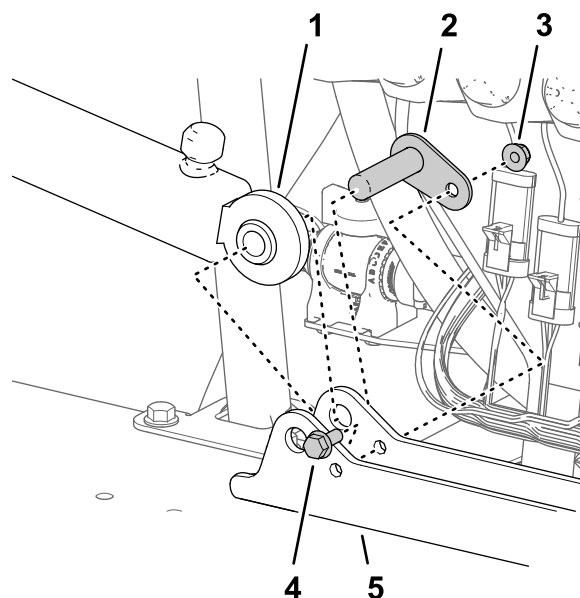

Рисунок 116
1. Совместите неподвижный конец подъемного цилиндра, снятого при выполнении пункта 3 раздела Демонтаж подъемных цилиндров \(страница 25\), с отверстием диаметром 16 мм (5/8 дюйма) в креплении цилиндра (Рисунок 116).
2. Установите цилиндр на крепление цилиндра при помощи оси поворота, болта с фланцевой головкой и фланцевой гайки (Рисунок 116).